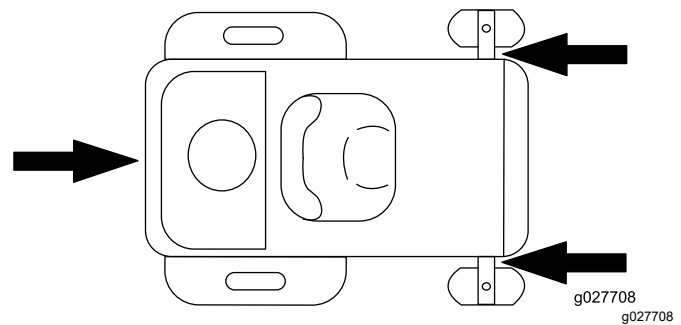

Bild 34
6. Vergurten Sie die Maschine in der Nähe der vorderen Laufräder und dem hinteren Rahmen mit Riemen, Ketten, Kabeln oder Seilen (Bild 34). Ziehen Sie in Bezug auf Anforderungen für Befestigungen geltende Vorschriften zurate.